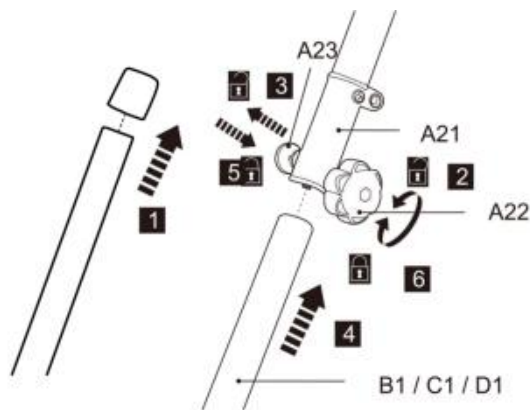

Fig. 3
12. Rimuovere il cappuccio di protezione premontato dal palo inferiore (B1/C1/D1) (Fig.3 , passaggio 1).
13. Allentare la manopola di bloccaggio (A 22) , ma non rimuovere completamente e(Fig.3 , passaggio 2).
14. Allineare e inserire l'asta inferiore (B 1/C 1/D 1) nel manicotto di bloccaggio (A 21), tirando la molla bullone(A 23) (Fig.3 , passaggi 3 e 4) .
15. Ruotare leggermente l'asta inferiore per allineare il foro con la molla bullone (A23) . Rilascia la molla bullone quindi per fissare il palo inferiore in posizione. Assicurare la molla il bullone scatta nel foro (Fig.3 , passaggio 5).
6. Stringere la manopola di bloccaggio (A 22) per fissare la connessione (Fig.3 , passaggio 6).